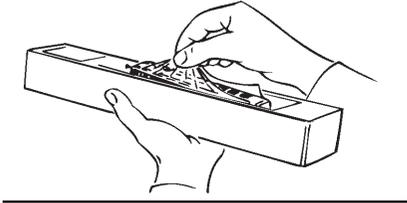

Fig. 2
**Fittings:** Operation is possible with different couplings (fig. 2). We recommend using the Roco close coupling.
**Attention!** Use glue only if indicated (fig. 2+3).
**En extra service:** U kunt voor uw model diverse koppelingssystemen kiezen. Wij adviseren het gebruik van Roco kortkoppelingen (fig. 2).
De bijgevoegde accessoires kunt U voorzichtig op de locomotief monteren. **Let op!** Gebruik alleen lijm waar dit aangegeven staat (fig. 2+3).